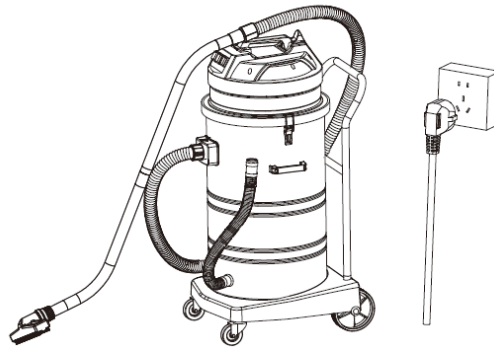

Figur 3
3. Sæt slangeenden med den korte konnektor ind i den firkantede konnektor, og sæt kontakten på den firkantede konnektor ind i rillen på den korte konnektor. Den anden ende af slangen skal fastgøres med forskellige fittings alt efter rengøringsarbejdet, f.eks. dysesamlingen til tørt gulv, dysesamlingen til vådt gulv. (Figur 3).